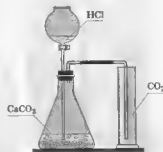

Рис. 63. Углекислый газ собирают в сосуд методом вытеснения воздуха
Собирают углекислый газ в сосуд методом вытеснения воздуха, так как оксид углерода (IV) почти в 1,5 раза тяжелее его (рис. 63).